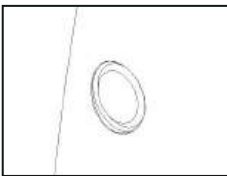

Figura 8
- Retire la tapa del filtro (Véase la Figura 8);